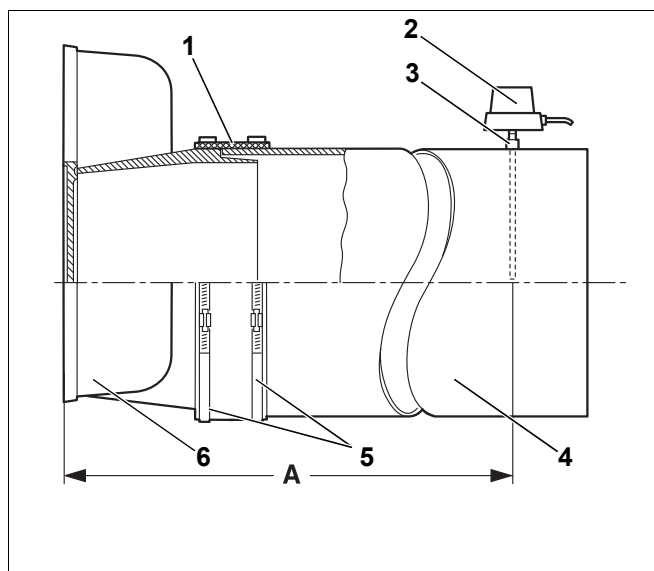

Рис. 59 Подключение присоединительного участка дымовой трубы
Мы рекомендуем установить уплотнительную манжету (рис. 59, [1]) для соединения котла с дымовой трубой.
- ▶ Наденьте дымовую трубу (рис. 59, [4]) до упора на патрубок сборного коллектора дымовых газов (рис. 59, [6]).
- ▶ Уложите уплотнительную манжету (рис. 59, [1]) внахлест на дымовую трубу (рис. 59, [4]) и патрубок сборного коллектора дымовых газов (рис. 59, [6]).
- ▶ Наденьте хомуты (рис. 59, [5]) на уплотнительную манжету (рис. 59, [1]). Один хомут (рис. 59, [5]) установите на патрубке коллектора (рис. 59, [6]), другой – на дымовой трубе (рис. 59, [4]).
- ▶ Затяните хомуты (рис. 59, [5]). Манжета (рис. 59, [1]) должна плотно и ровно прилегать к трубам.
- ▶ Приварите муфту (рис. 59, [3]) на расстоянии равном 2 диаметрам дымовой трубы (A) от коллектора дымовых газов (рис. 59, [6]) в дымовую трубу (рис. 59, [4]).
- ▶ Датчик температуры дымовых газов (рис. 59, [2]) устанавливается в соответствии с отдельной инструкцией по монтажу.